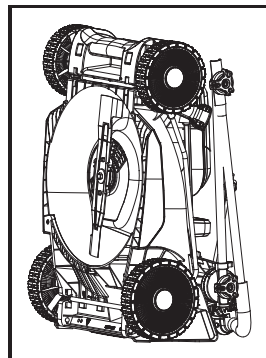

Fig. 25
- Ranger la tondeuse à gazon à plat ou en position verticale (Fig. 25).